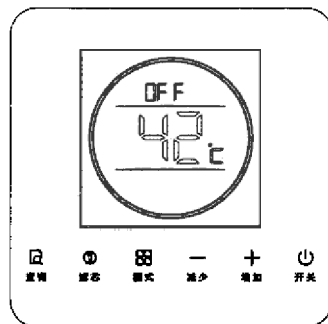
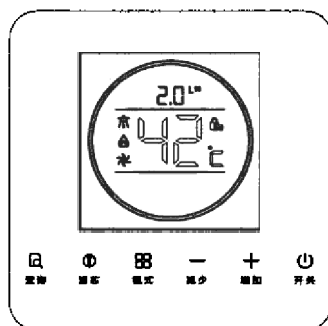

图16
图17
(1) 按下显示器面板的电源键，如图16，显示屏点亮，并显示上次最后使用的设置温度(例如42℃)。
(2) 按“+”“-”键热水器进入温度调节状态，可自由设置温度。温度设置范围在 35℃~65℃；35℃~48℃每按一次按键变化1℃，48℃~65℃每按一次按键变化为48℃、50℃、55℃、60℃、65℃,每按一次蜂鸣器响一声。
(3) 打开热水龙头，如图17，热水器便会启动点火，热水随之流出。开水启动后温度设置范围为 35℃~50℃，超过50℃只能按下调键“-”（即儿童锁功能，防止烫伤）若想设置水温高于50℃，先关闭热水龙头后再按升温键。